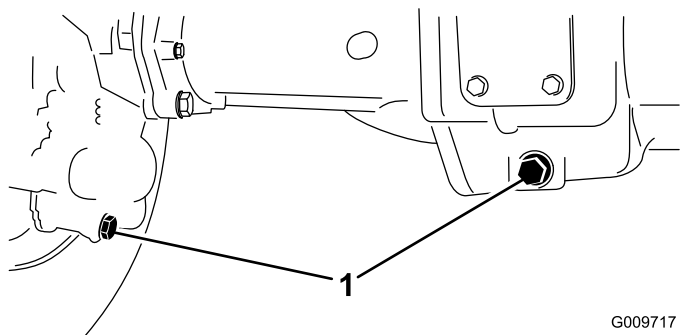

图 70
2. 清洁 3 个排油塞的周边区域——两端各 1 个中间 1 个 (图 70)。